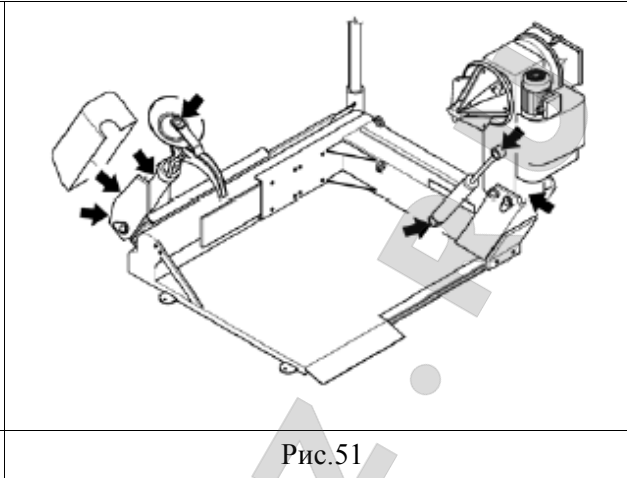

Рис.51
1. Смазывайте узлы при помощи шприца ежемесячно (Рис.51). Для достижения требуемых точек смазки, демонтируйте пластиковый кожух.